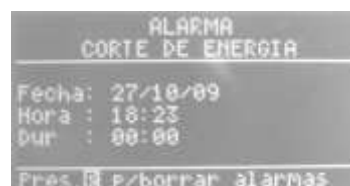

Fig.16
Al presionar la tecla **R** (fig.1 (4)) una vez, aparecerá el display de ALARMA CORTE DE ENERGIA, indicando la fecha, la hora en que se produjo y la duración del corte de energía de mayor duración (fig.16).